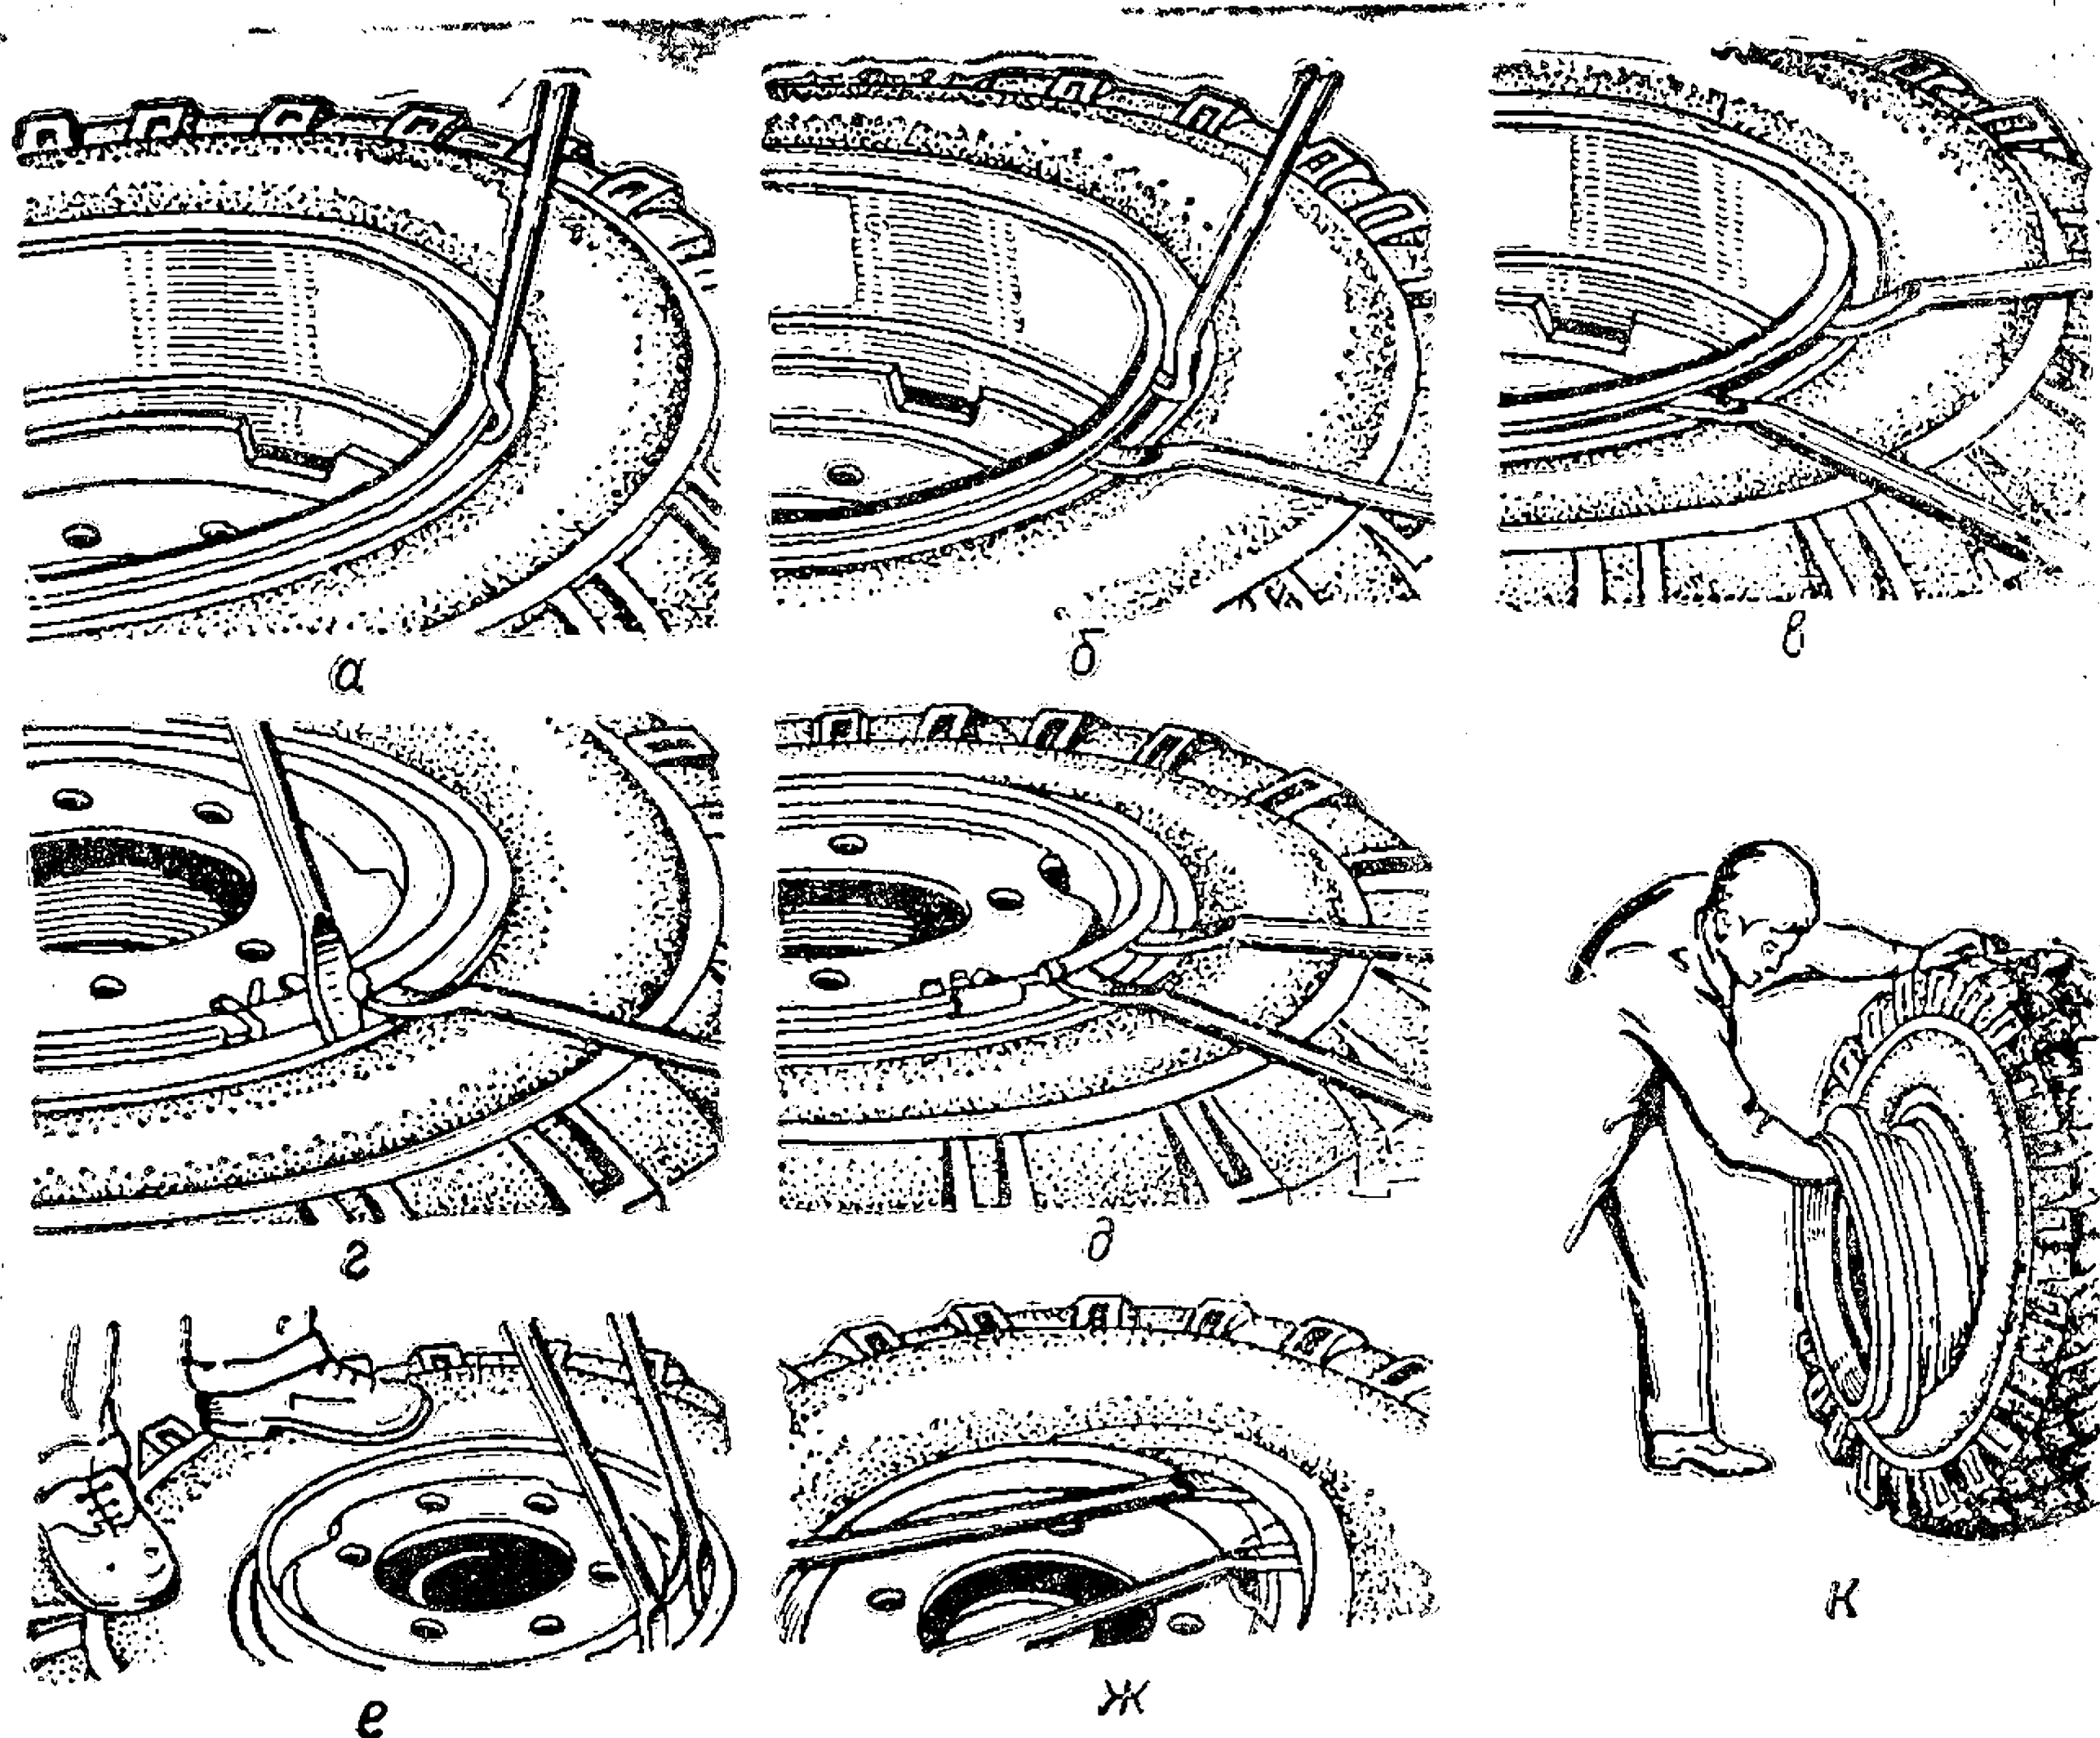

Рис. 36. Разборка колеса
изогнутый конец монтажной лопатки вставить между бортовым кольцом и фланцем обода в монтажный паз, отжать монтажной лопаткой бортовое кольцо вниз (рис. 36а);
в образовавшийся зазор вставить плоский конец прямой лопатки (рис. 36б), освободить первую лопатку, последовательно продвигаясь по окружности обода, вставляя концы обеих лопаток в образуемый зазор (рис. 36в) и осаживая борт шины через бортовое кольцо, снять его с посадочной полки обода;
3. Снять замочное и бортовое кольца. Для этого необходимо вставить плоский конец одной лопатки в паз, расположенный на торце замочного кольца. Второй лопаткой поднять этот торец замочного кольца, отжимая первой лопаткой конец кольца, выступающий из замочной канавки, выжать его вверх (рис. 36г). Удерживая выжатый конец второй лопаткой, освободить первую лопатку и завести ее плоский конец под кольцо. Выжимая кольцо монтажными лопатками по окружности колеса, снять замочное кольцо (рис. 36д). Снять бортовое кольцо.
4. Демонтировать борт шины: встать на участок борта шины, противоположный вентиляльному отверстию; в зоне вентиляльного отверстия завести плоские концы обеих лопаток между шиной и ободом (рис. 36е) на расстояние 150—250 мм одна от другой. Прикладывая усилия к монтажным лопаткам, вывести часть борта наружу (рис. 36ж), причем противоположная часть борта шины должна обязательно находиться в монтажном ручье. Удерживая демонтированную часть борта шины одной лопаткой, освободить другую и завести ее плоский конец между ободом и шиной на расстояние 70—100 мм от места перехода борта шины наружу. Повторяя данную операцию, демонтировать борт шины полностью.
5. Утопить вентиль в полость шины. Поставить колесо в вертикальное положение. При этом нижняя часть борта шины должна находиться в монтажном ручье обода. Извлечь обод из шины, как показано на рис. 36к.